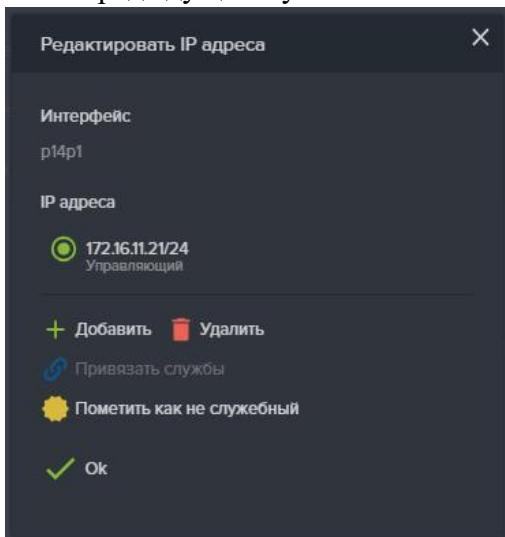

Рисунок 36. Удаление IP-адреса.
3. В открывшемся окне выберите из списка нужный адрес и нажмите кнопку «Удалить» (см. Рисунок 36).